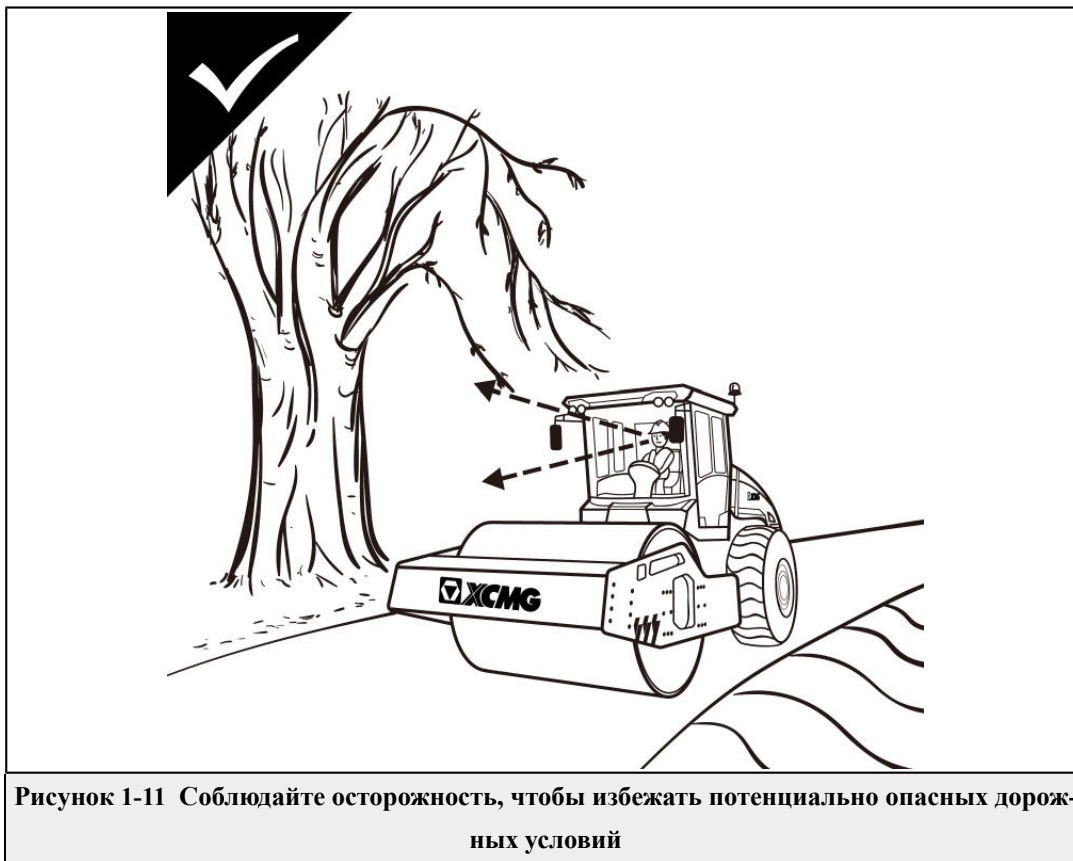

Рисунок 1-11 Соблюдайте осторожность, чтобы избежать потенциально опасных дорожных условий
- Следует избегать движения по обочинам дорог, канавам и т.п., учитывая, что мокрое или поврежденное дорожное покрытие влияет на грузочную способность уплотнителя. Помните о возможных препятствиях над уплотнителем, таких как низко висящие кабели, ветки деревьев и другие препятствия. (Figure 1-11) .